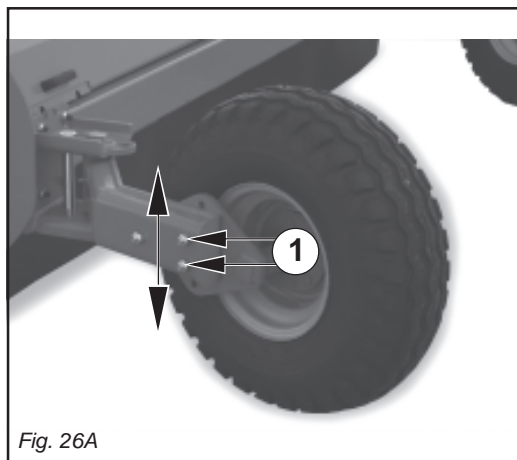

Fig. 26A
- Regolare l'altezza di lavoro operando sulle ruote, svitando i bulloni di tenuta, alzare la ruota all'altezza voluta, quindi reinserire i bulloni nei fori prescelti (1 Fig. 26A).
- *Set the working height by adjusting the wheels, unscrewing the holding bolts. Raise the wheel to the desired height then replace the bolts in the proper holes (1 Fig. 26A).*
- Régler la hauteur de travail en agissant sur les roues, dévisser les boulons, lever la roue à la hauteur voulue et remettre les boulons dans les trous correspondant (1 Fig. 26A).
**Pour le montage correct des roues arrière se référer à la figure 26A-B.**
- *Durch die Räder kann nun die Arbeitshöhe beliebig eingestellt werden. Dazu ist der Stützbolzen aufzuschrauben, das Rad auf die gewünschte Höhe zu bringen, und die Bolzen in die derart gewählte Öffnungen wieder einzufügen und festzuschrauben (1 Abb. 26A).*
**Für die korrekte Montage der Hinterräder siehe Abbildung 26A-B.**
- Regule la altura de trabajo mediante las ruedas, desenrosque el perno de retención, levante la rueda a la altura deseada e introduzca los pernos en los agujeros elegidos (1 Fig. 26A).